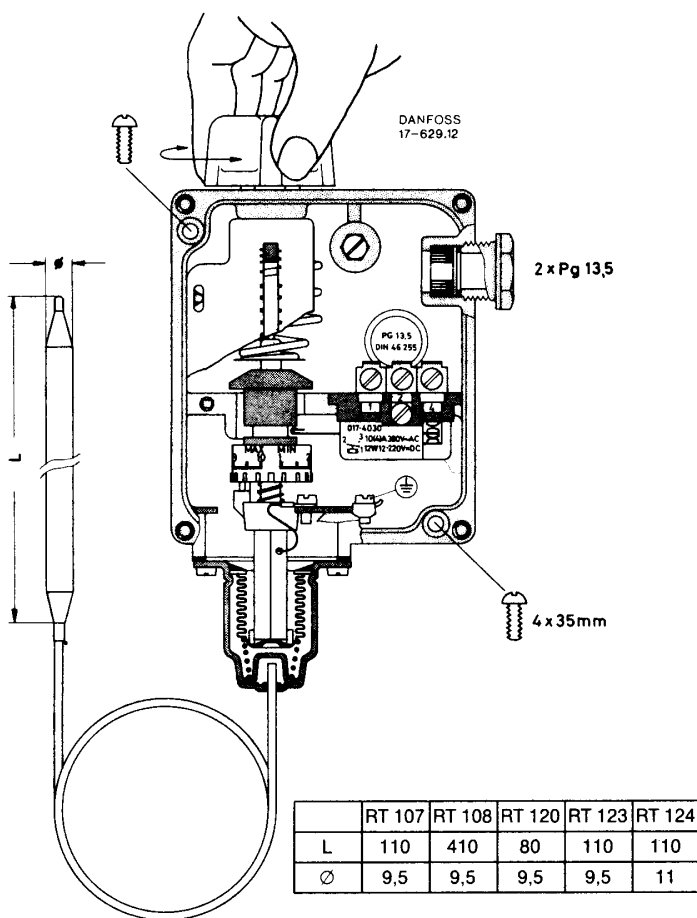

Рис. 5
3.5.2 ТЕРМОСТАТ DANFOSS RT 124 (РИС. 5)
- Снять крышку термостата и установить барабан на значении, выбранном для дифференциала (остановка горелки) в соответствие с диаграммой на Рис. 5а. Дифференциал суммируется на значении, зафиксированном в пункте а.
Рис. 5а